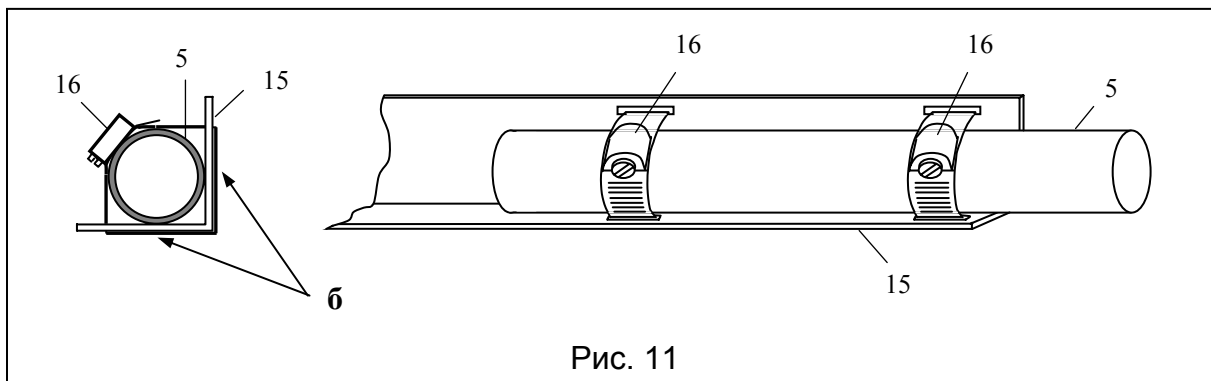

Рис. 11
Шесты к крестовинам крепятся при помощи металлических хомутов, как показано на рис. 11. Для этого необходимо вставить хомуты (16) в предназначенные для них отверстия в уголках (15) и, зажимая ими шест (5), слегка постукивать молотком в точках «б» (рис. 10) для придания хомутам необходимой формы. Для крепления всех шестов потребуется поднять траверсу на высоту около 5 метров (удобнее всего использовать Вашу будущую мачту). При креплении шестов диапазона 40 м используется по 2 хомута в каждом отверстии.